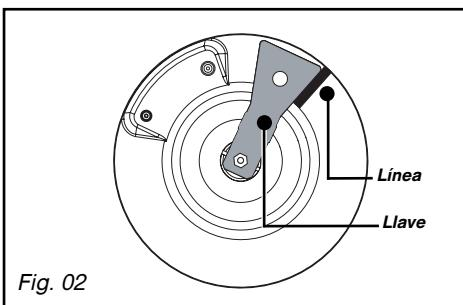

Fig. 02
- Con un lápiz, trace una línea en la placa en el lugar indicado (*Fig. 02*).